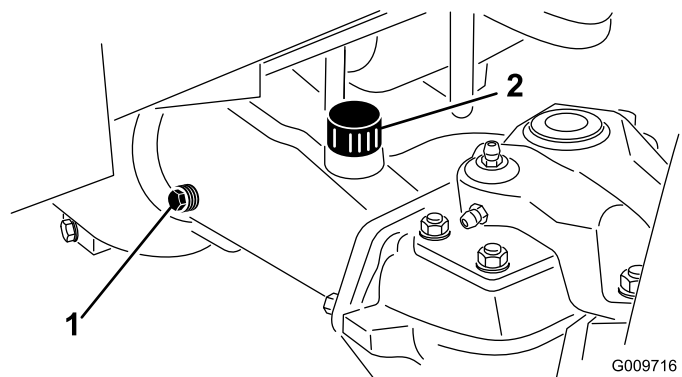

Figure 145
4. Retirez les deux bouchons de contrôle du carter de pont et le bouchon de remplissage pour faciliter la vidange de l'huile (Figure 145).